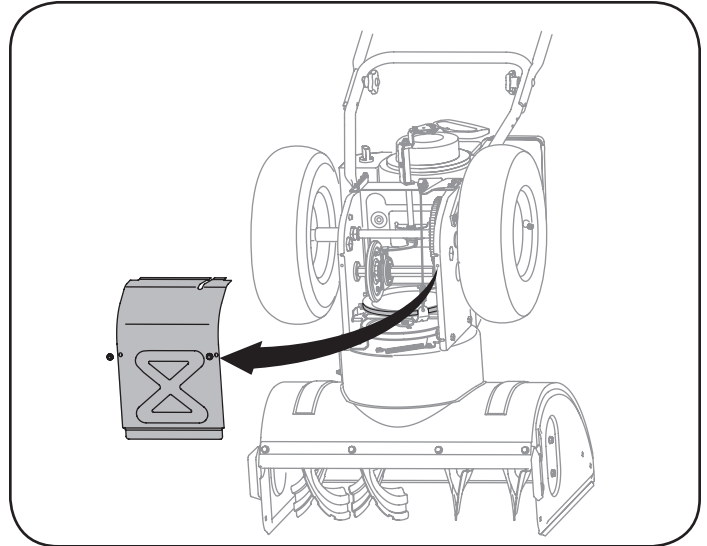

Figura 31
5. Saque la cubierta del marco desde debajo de la máquina quitanieve retirando los tornillos autorroscantes que la aseguran. Vea la figura 31.
- Saque la cubierta del marco desde debajo de la máquina quitanieve retirando los tornillos autorroscantes que la aseguran. Vea la figura 31.